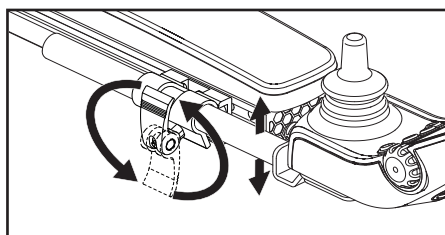

Abbildung 19. Höhenanpassung der Steuerung (Hochklappbare Armlehnen)
3. Legen Sie den Entriegelungshebel um und drehen Sie ihn, um die Klemme zu lösen. **Siehe Abbildung 19 oder 20.**